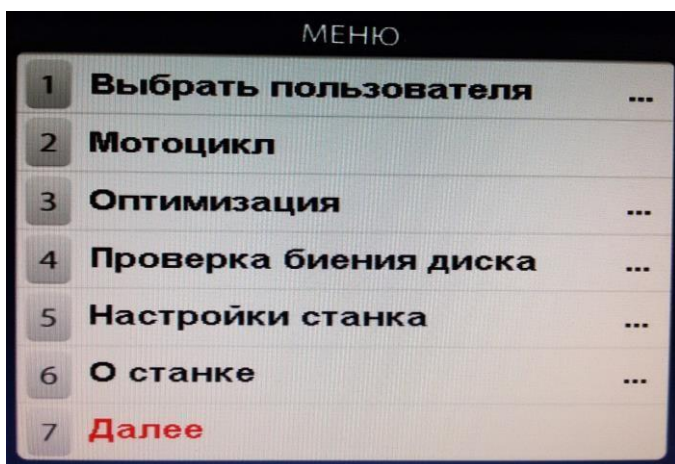
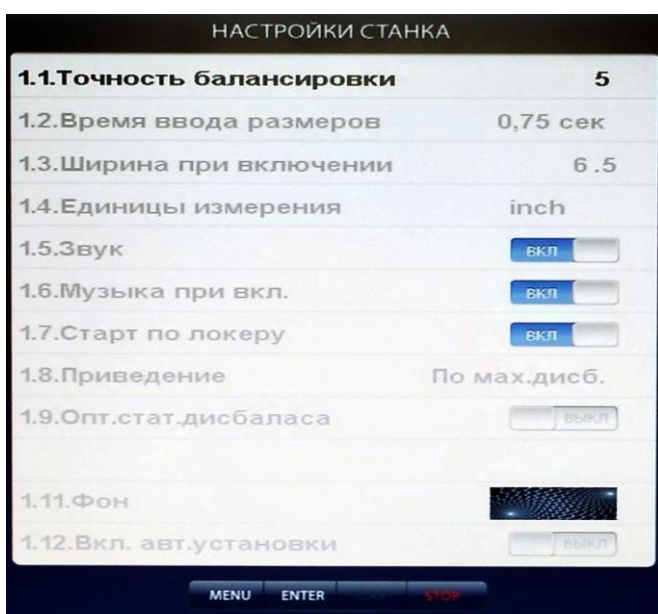

Рис. 16.1.
Рис. 18.1.
16.2. Для входа в программу «Opt» нажмите кнопку «MENU» после чего на экране монитора появится окно (рис.16.1). Далее выбрать программу «Оптимизация», нажав кнопку 3, после чего на экране монитора появится окно
Программное обеспечение СБ содержит целый ряд параметров, позволяющих максимально приспособить СБ к потребностям потребителя. Для настройки параметров нажмите кнопку «MENU» на экране монитора появится окно MENU (рис.16.1). Нажмите кнопку 5 «Настройки станка» на мониторе появится окно настроек (рис.18.1).